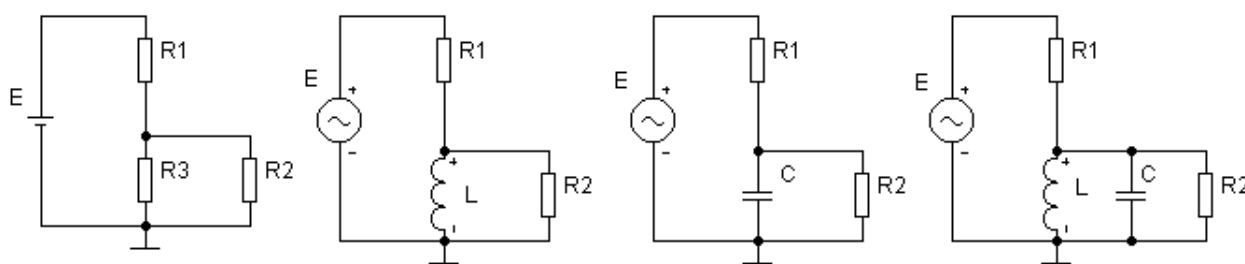

Рисунок 1.1- Схеми підключення
У роботі розглядаються схеми включення чутливих елементів як дільників напруги живлення E з баластним резистором R_1 , рис. 1.1.
Розглянемо роботу схеми дільника, рис. 1.1а з резистивним чутливим елементом R_3 без урахування опору навантаження R_2 . Вихідна напруга U складе:
Вихідна напруга $U(\omega)$ схеми з чутливим індуктивним елементом (ЧЕ), рис. 1.1 б, залежить від частоти ω , напруги живлення $E(\omega)$, частотних характеристик $K(\omega), \theta(\omega)$, коефіцієнта посилення $K(u)$ та фазового зсуву θ :
Схема містить одне спільне джерело V1 і чотири різні дільники за рис.1.1. Кожен із них підключається перемикачами S1, S2, S3, S4 шляхом натискання клавіш «1», «2», «3», «4» відповідно. При виконанні роботи слід стежити, щоб увімкнули лише один з них.
1. Зібрати схему за рис. 1.1а. При моделюванні прийняті: $R_1 = 5 \text{ кОм}$, $R_2 = 150 \text{ кОм}$, $E = 15 \text{ В}$. Змінюючи резистор R_3 у межах $0 \dots 15 \text{ кОм}$ з числом точок $N = 11$, отримати та замалювати залежність вихідної напруги, аналогічно рис. 1.2.
3. Зібрати схему за рис. 1.1б. При моделюванні прийняті: $R_1 = 10 \text{ кОм}$, $L_1 = 0,05 \text{ Гн}$, $R_2 = 0,5 \text{ кОм}$ та синусоїдальній напрузі живлення з амплітудою $E_m = 10 \dots 15 \text{ В}$ та частотою $f = 10 \dots 15 \text{ кГц}$. Тут зручно застосувати вимірювач частотних.